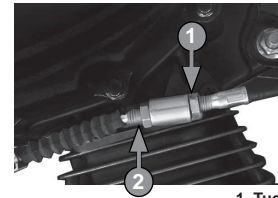

imagen 26. ajuste de la palanca del embrague
1. Ubicar la tuerca y el tornillo templador de ajuste de la palanca del embrague. Ver imagen 26-A.
3. Girar la tuerca a la izquierda para reducir la carrera libre y a la derecha para aumentarla. La carrera libre del extremo de la palanca del embrague debe estar entre los 10-20 mm. Ver imagen 26-B.